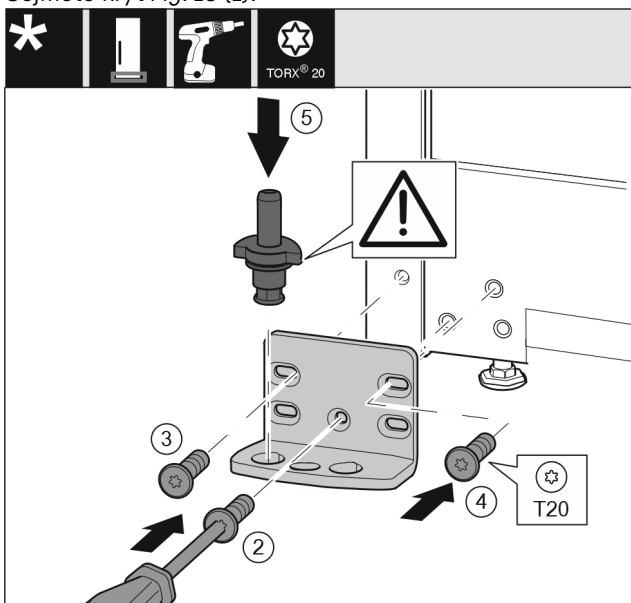

Fig. 19
- ▶ Nasad'te stojan ložiska na druhé straně a přišroubujte pomocí šroubováku. Začněte šroubem Fig. 19 (2) dole uprostřed.
- ▶ Utáhněte šroub Fig. 19 (3) a šroub Fig. 19 (4).
- ▶ Zcela vložte ložiskový čep Fig. 19 (5). Přitom dávejte pozor, aby zajišťovací vačka směřovala dozadu.